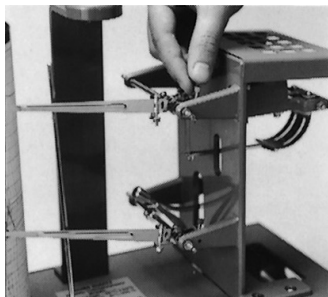

図9. 微調整ネジ（温度）
- ・微調整をおこなう場合は、ペンアームの元にある微調整ネジを、右に回すと示度は低くなり、左に回すと高くなります。〈図9・10〉